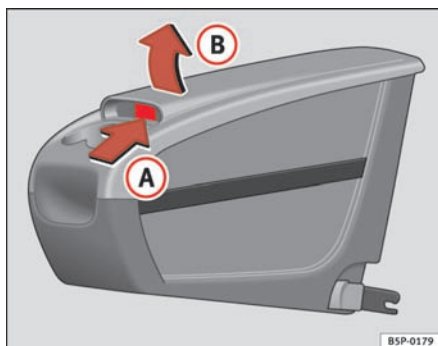

Fig. 114 Transportabel opbevaringsboks åbning
- Løft afdækningen (B) i område (A) ⇒ fig. 114.